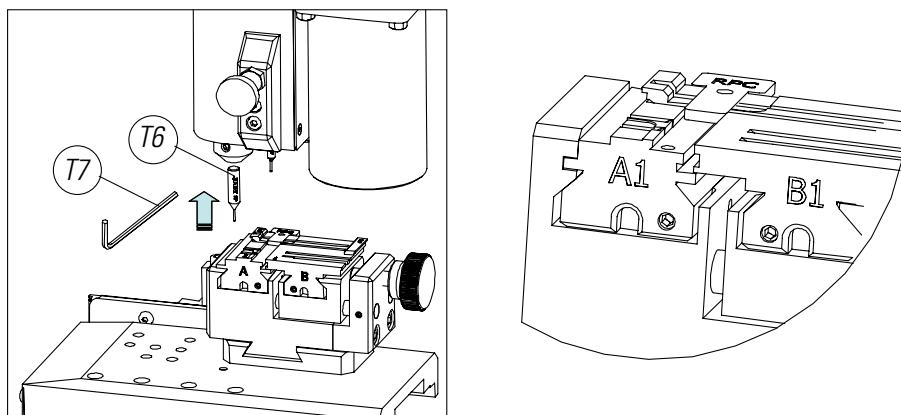

FIG. 24
3) Colocar la chapa de ajuste RPC en la mordaza, por la parte posterior de la mordaza (Fig. 24).